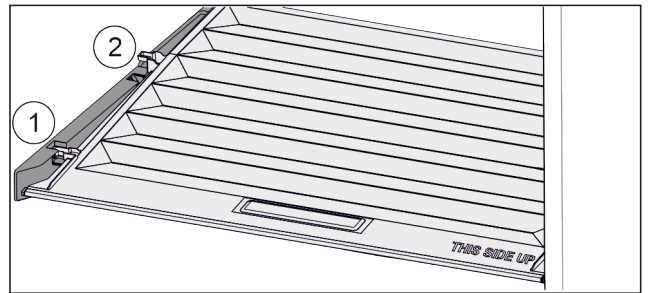

Fig. 114
- ▶ Trageți capacul în față Fig. 114 (1) până la orificiul din piesele suportului.
- ▶ Ridicați în spate de jos și scoateți Fig. 114 (2) în sus.